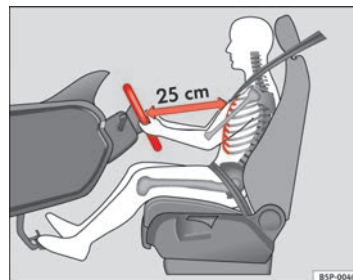

Abb. 136 Die richtige Sitzposition des Fahrers
- Stellen Sie das Lenkrad in die gewünschte Position ein $\Rightarrow$ Abb. 136.
- Stellen Sie den Fahrersitz bzw. das Lenkrad so ein, dass der Abstand zwischen Lenkrad und Brustbein mindestens 25 cm beträgt ⇒ Abb. 136. Wenn Sie den Mindestabstand nicht einhalten, kann Sie das Airbag-System nicht schützen – Lebensgefahr!